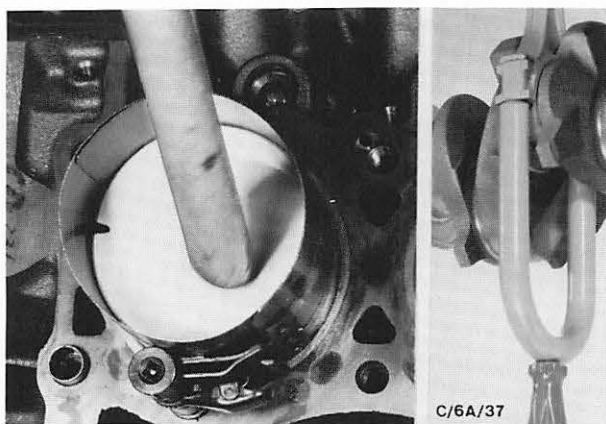

Abb. 166 Kolben mit Spannband und Montiergabel GV-6200 einbauen
51. Kolbenringe mit handelsüblichem Werkzeug (Spannband) zusammenziehen. Kolben mit einem Hammerstiel in die Zylinder drücken, dabei die Pleuel mit der Montiergabel GV-6200 auf die Pleuelzapfen führen, Abb. 166.